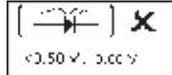

Fig.54
16. Si el voltaje de ondulación de CA es más de 0,5 V a continuación, se mostrará como a continuación Fig.54: